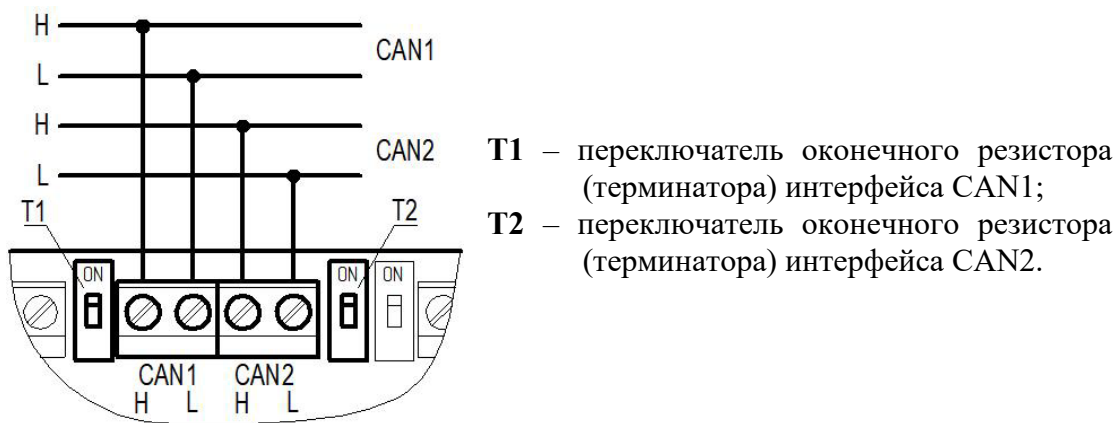

Рисунок 6 – Подключение CAN
-  **ВАЖНО!** Если ППК является оконечным в линии интерфейса CAN, необходимо установить переключатель оконечного резистора в положение **ON** (см. рис.6).